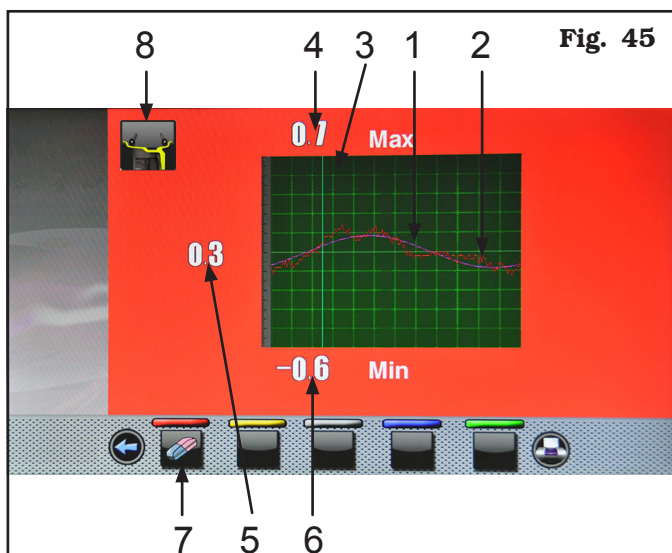

Fig. 45
Tryck på den gröna knappen på monitorn  (**Fig. 43 ref. 5**) för att påbörja proceduren för analys av fälgen. Fälgen börjar rotera med låg hastighet (30 rpm) och vid mätningens syns diagrammet för excentricitet, som illustreras i **Fig. 45**.
Det röda diagrammet (**Fig. 45 ref. 2**) representerar exakt fälgens geometriska gång. Ju rundare och mer linjär fälgen är, desto plattare blir diagrammet, medan ju fler fel fälgen uppvisar, desto större blir diagrammet. Det går att följa excentriciteten i diagrammet genom att manuellt vrida markören (**Fig. 45 ref. 3**), som är grön om den indikerar fälgens position på "12-slaget".